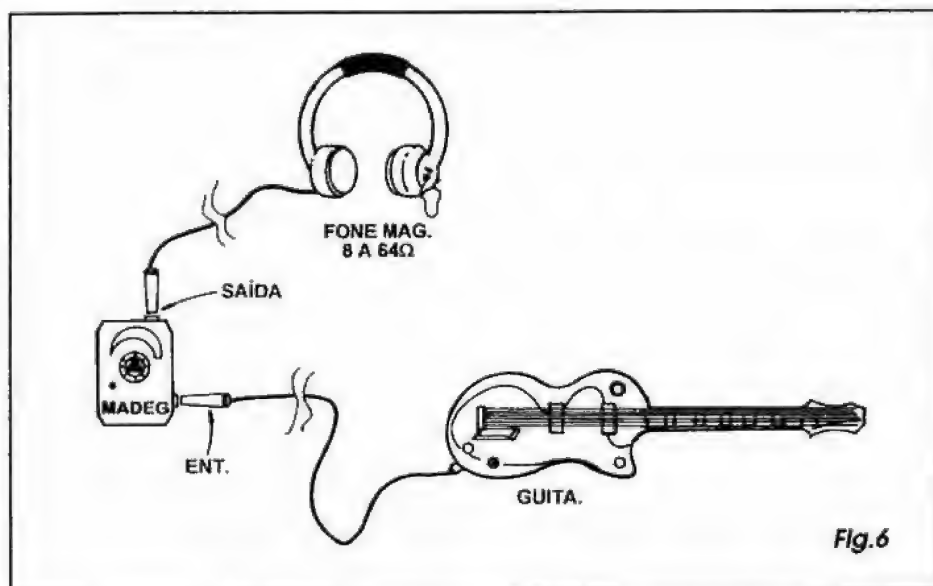

Fig. 6
- FIG. 6 - USANDO O MADEG... - Acreditamos que já deve ter ficado mais do que claro o modo como o dispositivo é usado, porém a ilustração dá todas as dicas, com detalhes... Com o conjunto guitarra/MADEG/fones disposto no modo indicado, é só colocar os fones nas *zoreia*, ligar o MADEG (ajustando o ganho/volume para um ponto confortável) e... *atacar* o instrumento à vontade! Com quase toda a certeza, a fidelidade do som será ainda melhor do que a normalmente obtida com o instrumento diretamente ligado ao costumeiro amplificador de potência...! Obviamente que os controles e chaves incorporados à própria guitarra deverão também ser ajustados e manipulados *nos conformes*, dentro do que o músico já está acostumado a fazer... Quem quiser intercalar pedais de efeitos e modificadores eletrônicos, poderá fazê-lo *na mesma "posição"* em que normalmente tais dispositivos são usados, ou seja: *entre* a guitarra e o MADEG (que, no caso, está *no lugar* do amplificador de potência costumeiro...). Nesse caso, é bom manter o ajuste de ganho do MADEG em posição mínima, uma vez que os sinais da guitarra, após *passarem* pelos circuitos eletrônicos dos pedais ou modificadores, costumam apresentar-se já bastante *reforçados* em nível...